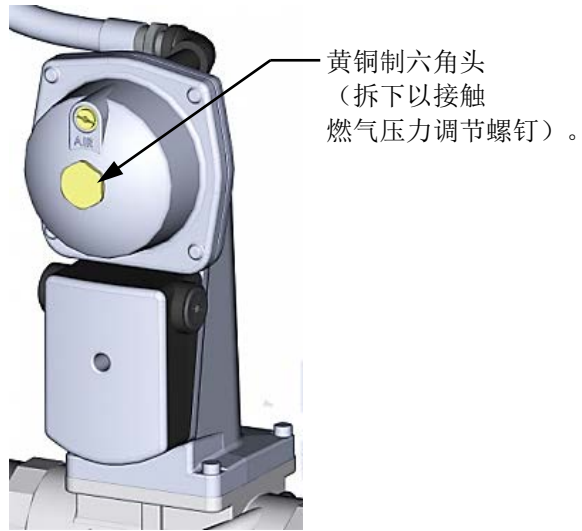

图4-3: SSOV 燃气压力调节螺钉的位置
10. 接下来，验证 SSOV 的下游燃气压力被设置在 **2.0  $\pm$  0.4 英寸 W.C. (498  $\pm$  100 Pa)**。如果需要调整燃气压力，请卸下 SSOV 驱动装置上的黄铜制六角螺母（参见图 4-3），以接触燃气压力调节螺钉。用平头螺丝刀进行燃气压力调整，使得燃气压力大约在 **2.0  $\pm$  0.4" W.C (498  $\pm$  100 Pa)** 的范围内。
15. 如果氧气水平不在要求的范围内, 则必须使用 SSOV (图 4-3) 上的燃气压力调整螺来调整 SSOV 的下游侧的燃气压力。缓慢旋转燃气压力调节螺钉 (约 1/4 圈增量)。每次调整后让燃烧分析仪稳定下来。顺时针旋转可降低氧气水平, 逆时针旋转则增加氧气水平。